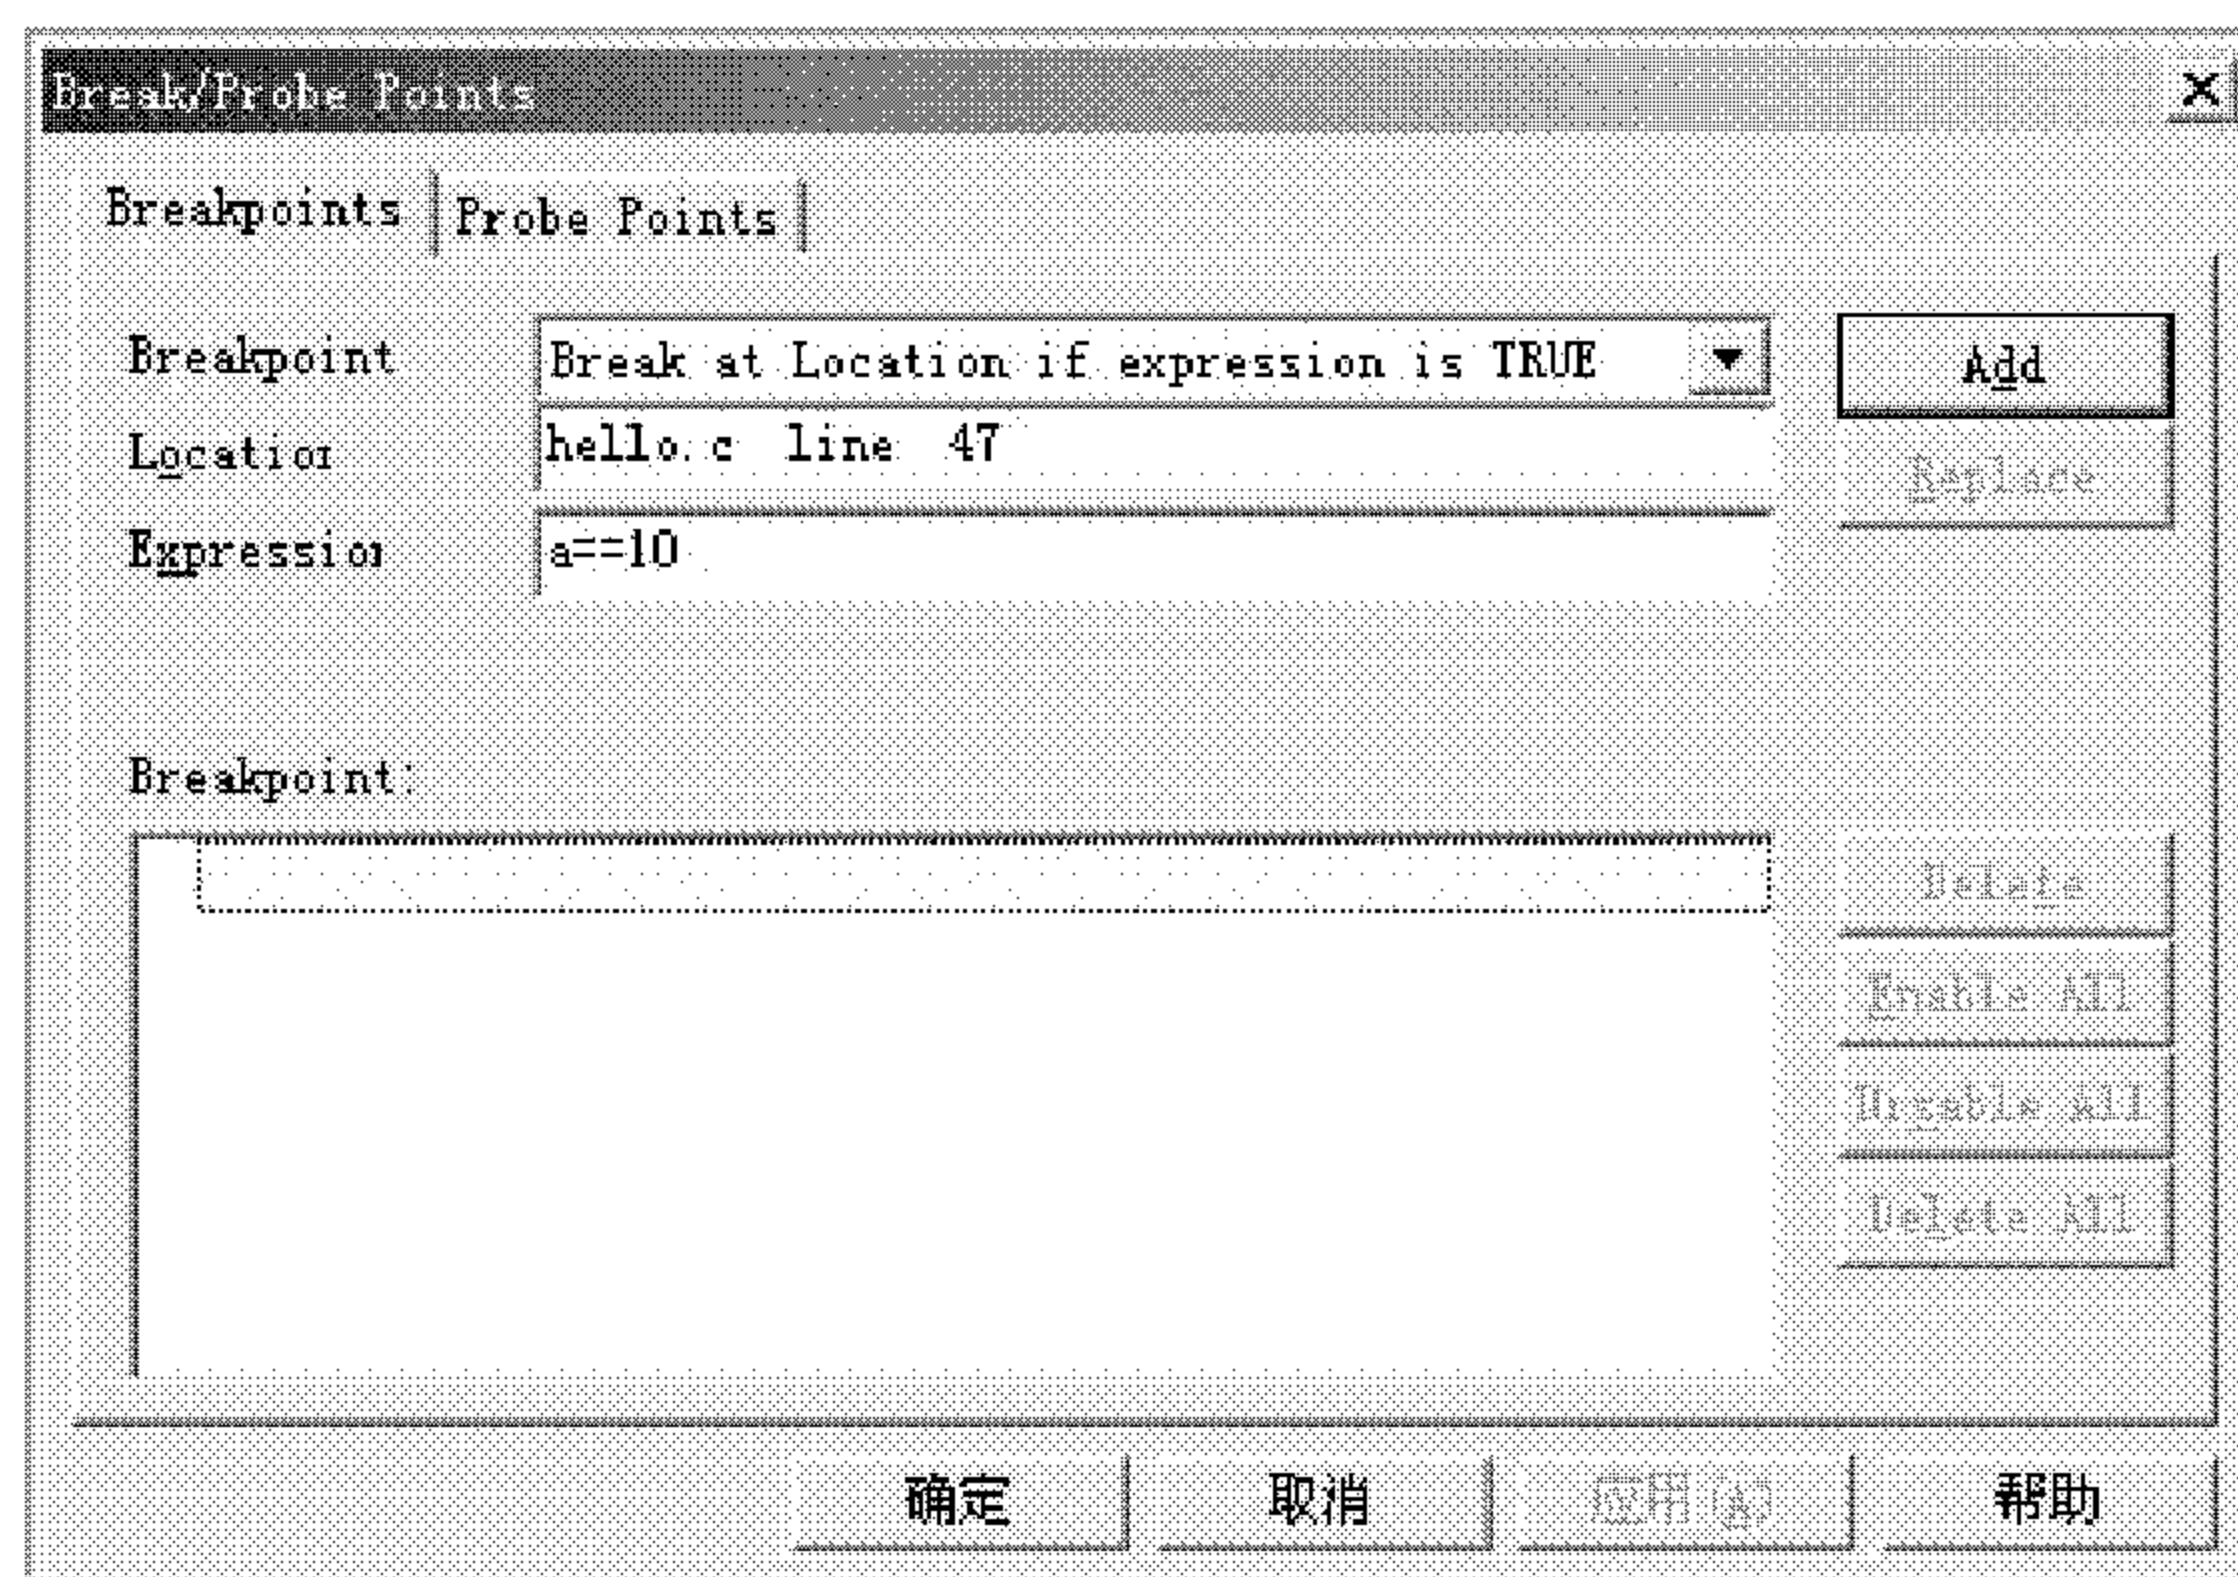

图 3.11 Break/Probe Points 对话框
(1) 选择 **Debug → Breakpoints**，打开 **Break/Probe Points** 对话框(设置断点和探针)，如图 3.11 所示。